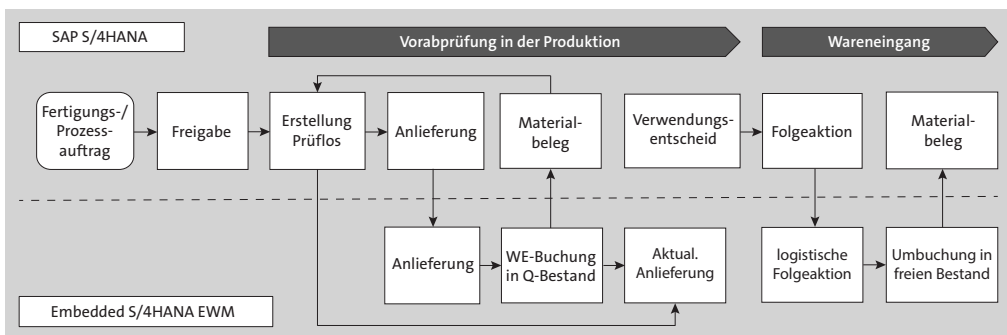

Abbildung 12.48 Prozessablauf »Vorabprüfung in der Produktion« mit Embedded SAP EWM
Abbildung 12.48 zeigt den Prozessablauf für die Vorabprüfung von Fertigungsauftrag (FA) oder Prozessauftrag (PA) mit Embedded SAP EWM.